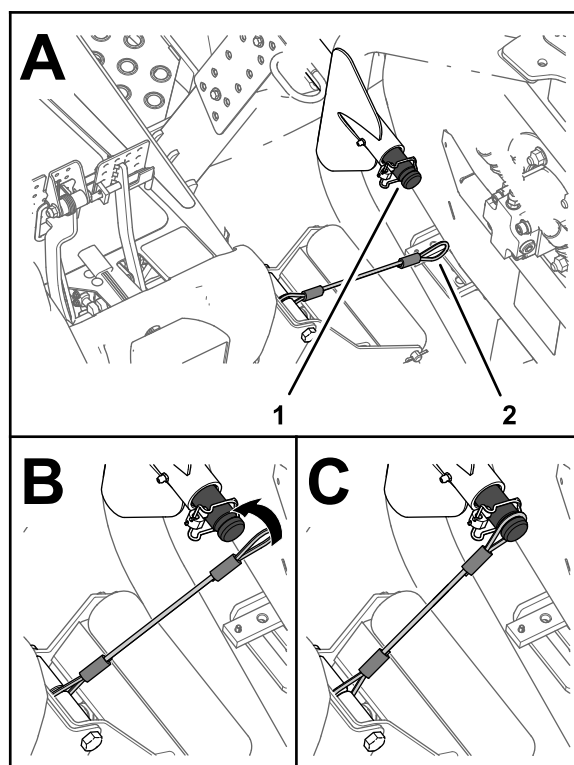

Figura 66
5. Alinhe o cordão com o eixo de suporte do braço de elevação para a unidade de corte que se move para fora (Figura 66).
6. Passe o laço no cordão por cima do eixo de suporte até que o cordão fique posicionado na ranhura do eixo (Figura 66).